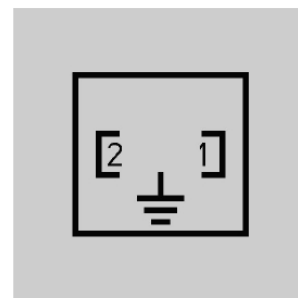

Рис.6.3
6. Подключите соединители электромагнита. (См. “pin out” соединения Рис.6.3)